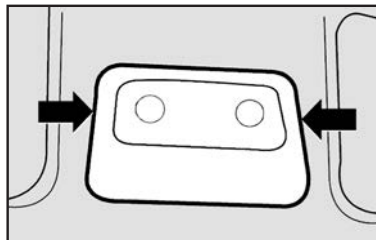

fig. 63
- Com uma chave de fenda nos pontos indicados **fig. 63**, remover o conjunto da luz interna montada a pressão pelas travas;